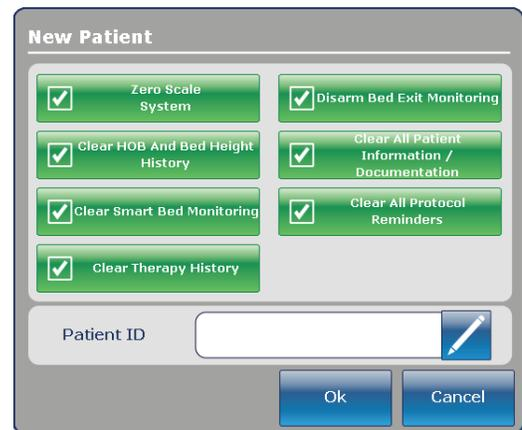

Figure 20 : Nouveau patient
1. Toucher l'icône du crayon (Figure 20 à la page 47).
Display Patient ID (Afficher le n° ID du patient) : Affiche le numéro d'identification du patient. L'utilisateur peut saisir le n° ID du patient dans l'écran **New Patient** (Nouveau patient) (Figure 20 à la page 47).